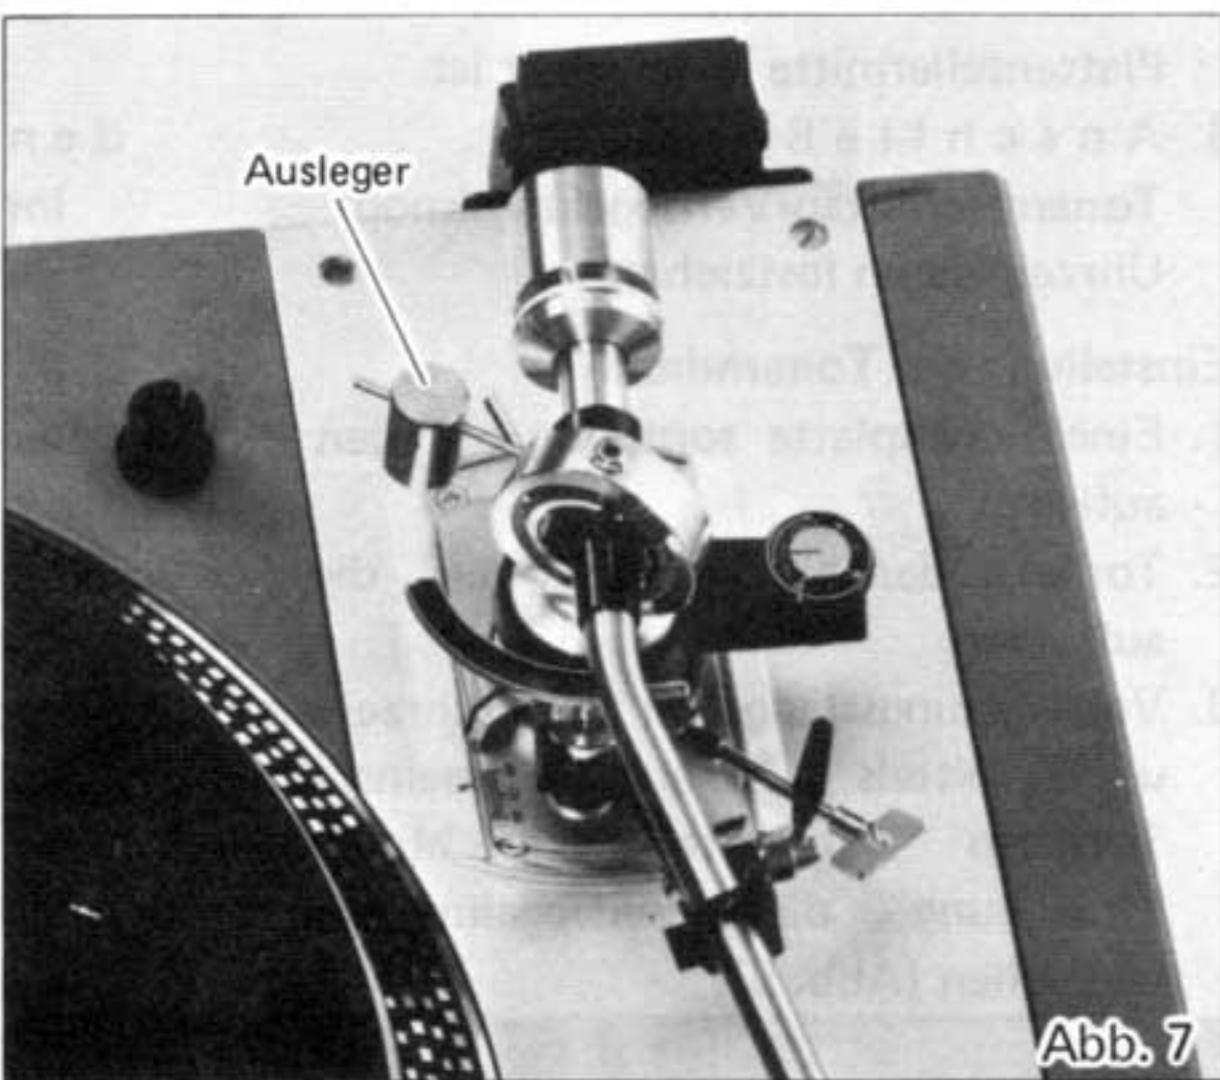

Abb. 7
1. Nach dem horizontalen Ausbalancieren die Antiskating-Vorrichtung bis zum Anschlag im Uhrzeigersinn drehen (Abb. 7).